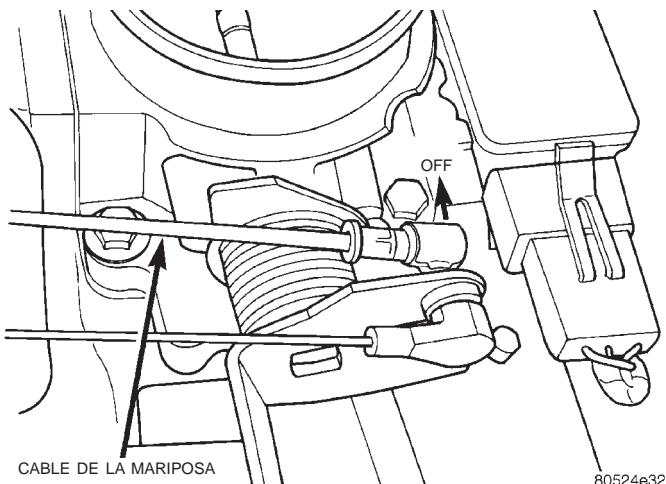

Fig. 40 Cable de la mariposa (acelerador) al cuerpo de la mariposa—Característico
(5) Retire el asiento del extremo de la rótula en la articulación del cuerpo de la mariposa (se desencaja) (Fig. 40).